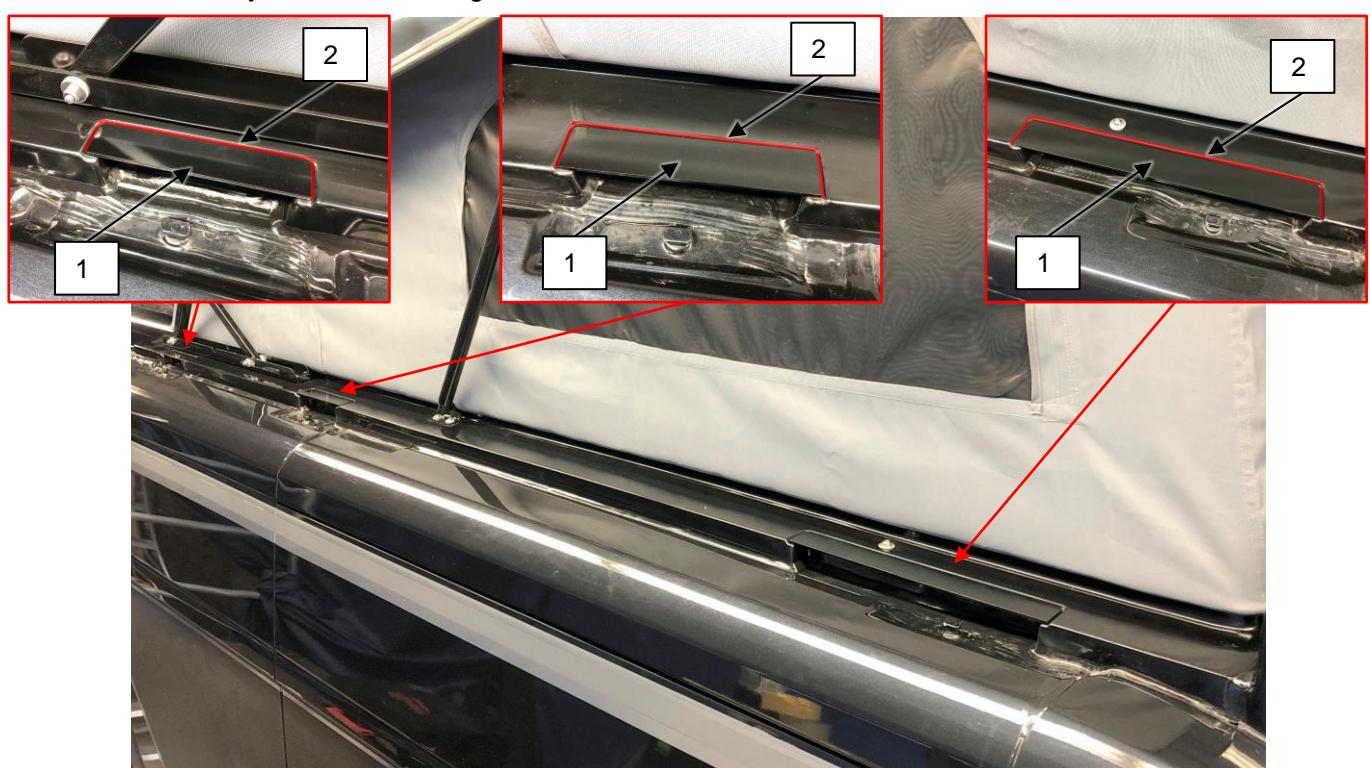
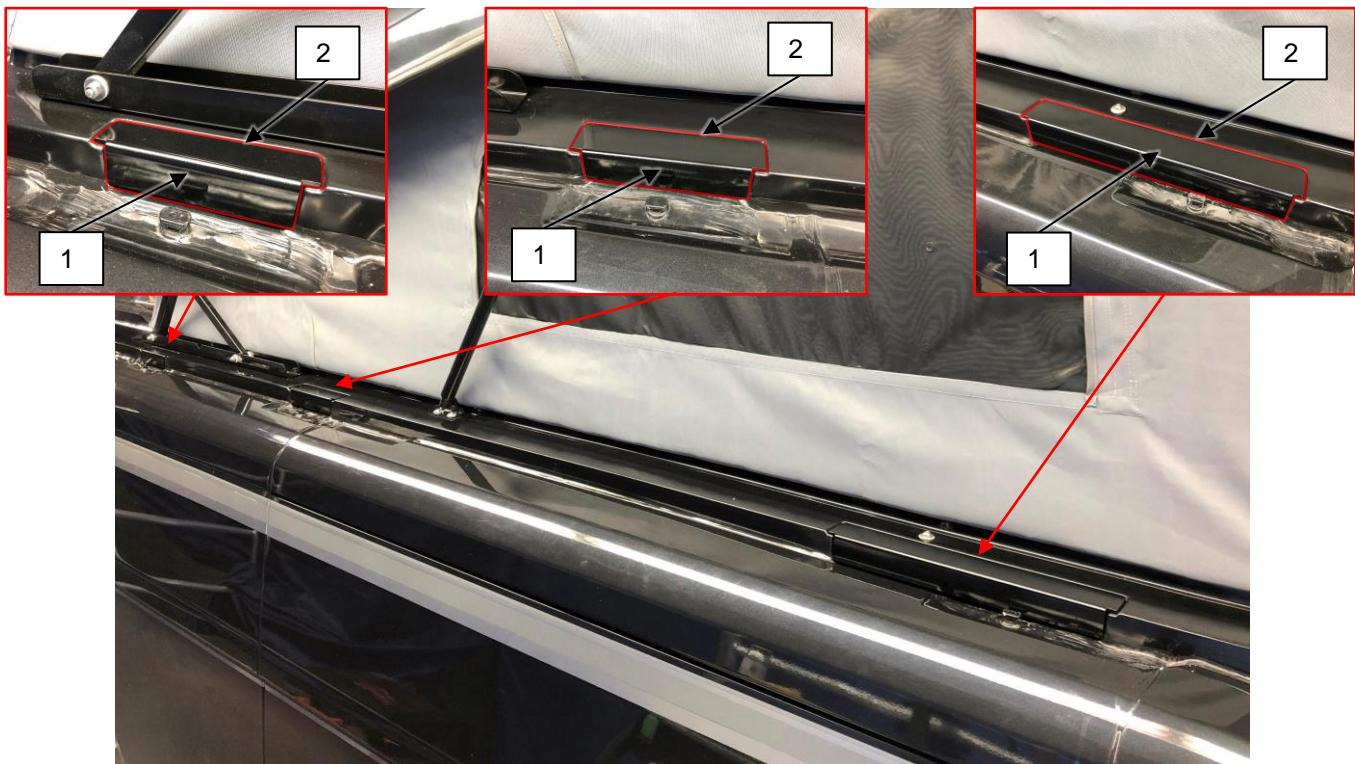

Abb. 6-1: Standardabdeckung ohne Markise / Standard cover without awning
Abb. 6-2: Optionale Abdeckwinkel / *Optional cover brackets*
- Bei Fahrzeugen ohne Markise können entweder die mitgelieferten Abdeckungen (s. Abb. 6-1) verwendet werden, oder als Option Abdeckwinkel (s. Abb. 6-2) bestellt werden:
- Die Abdeckungen in die Aussparungen einkleben (s. Abb. 6-1, 1 und Abb. 6-2, 1)
- Die Fugen glätten (s. Abb. 6-1, 2 und Abb. 6-2, 2)
- For vehicles without awning, either the covers supplied (see Abb. 6-1) can be used or a cover bracket can be ordered as an option:
- Glue the covers into the cut outs (see Abb. 6-1, 1 and Abb. 6-2, 1)
- Smoothen the joints (see Abb. 6-1, 2 and Abb. 6-2, 2)